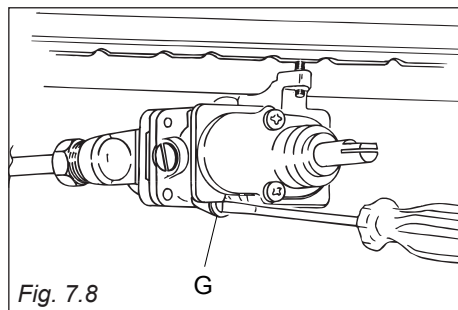

Fig. 7.8
- Sfilare la manopola del termostato e con un cacciavite a taglio svitare di circa 3 giri la vite by-pass "G" (fig. 7.8) passando attraverso l'apertura del cruscotto;
- Dopo aver tolto nuovamente la manopola e facendo molta attenzione a non ruotare l'asta del rubinetto, avvitare lentamente la vite by-pass "G" (fig. 7.8) fino all'ottenimento di una fiamma lunga 3-4 mm.